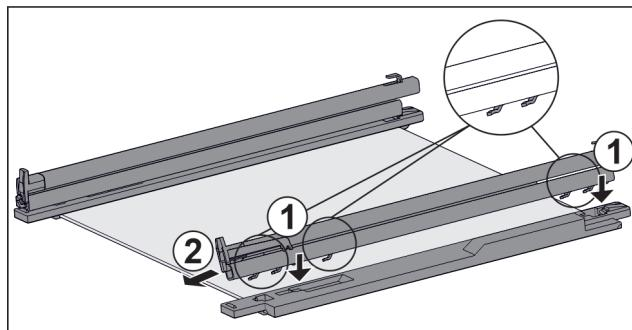

Fig. 115 Стеклянная пластина с направляющими и крепежными элементами
- Поместите крючки направляющей в отверстия **левого** крепежного элемента. Fig. 115 (1)
- Потяните направляющую вперед. Fig. 115 (2)
- Поместите крючки направляющей в отверстия **правого** крепежного элемента. Fig. 115 (1)